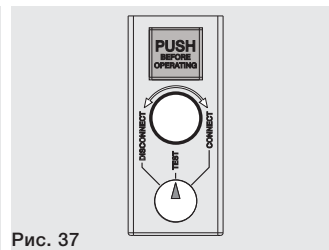

Рис. 37
- автоматический выключатель находится в положении «**ВЫКАЧЕН ДЛЯ ТЕСТИРОВАНИЯ - TEST**» (см. Рис. 37).